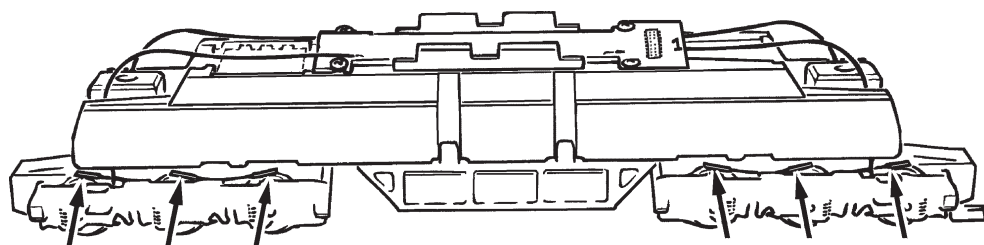

Fig. 5
**Aufrüstung:** Sie können für Ihren Fahrbetrieb unter verschiedenen Kupplungen wählen (Fig. 5). Wir empfehlen den Einsatz der ROCO-Kurzkupplung.
Im beigelegten Zurüstbeutel finden Sie auch kleine vorbildgetreue Steckteile für eine erweiterte Aufrüstung Ihres Modells (Fig. 5), die Sie bitte **vorsichtig montieren. Achtung!** Kleben nur mit ausdrücklichem Hinweis.
**Fittings:** Operation is possible with different couplings (fig. 5). We recommend using the ROCO close coupling. In the enclosed accessory bag you will find small kits to be fitted on your locomotive. Please **mount them cautiously**.
**Attention!** Use glue only if indicated (fig. 5).
**Les attelages:** En vue d'une exploitation pratique sur votre réseau vous pouvez choisir parmi plusieurs types d'attelages conformes aux différents systèmes d'attelage pratiqués en H0 (voir fig. 5). Nous vous recommandons l'emploi de **l'attelage court ROCO**.
Le sachet joint comprend entre autres des petites pièces de finition conformes à la réalité et **à rapporter avec précaution** par le modéliste (fig. 5), si désiré. **Attention:** N'utilisez de la colle qu'aux endroits expressément indiqués aux desins!